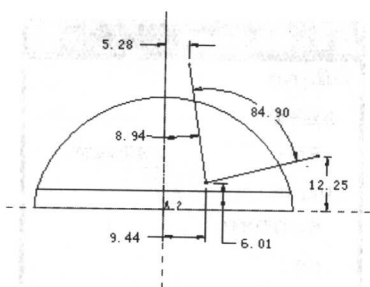

图 1-21 绘制线段
27. 单击绘线按钮 , 绘制如图 1-21 所示线段，双击鼠标中键结束绘线命令。